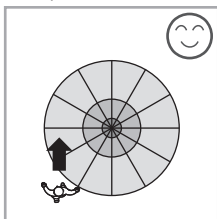

Figur 2
- 3.1.1 Det rekommenderas att installera i höjden 2,5 m för att få det optimala detekteringsmönstret. Detekteringsområdet kan nå upp till 7m i diameter med en 360° detekteringsvinkel (se Figur 2).